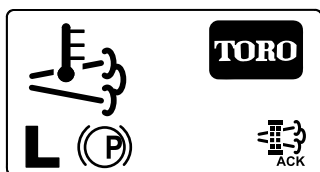

Figure 62
8. L'InfoCenter affiche l'écran d'accueil et l'icône de confirmation de la régénération (Figure 62) apparaît en bas à droite de l'écran pendant le processus de régénération.